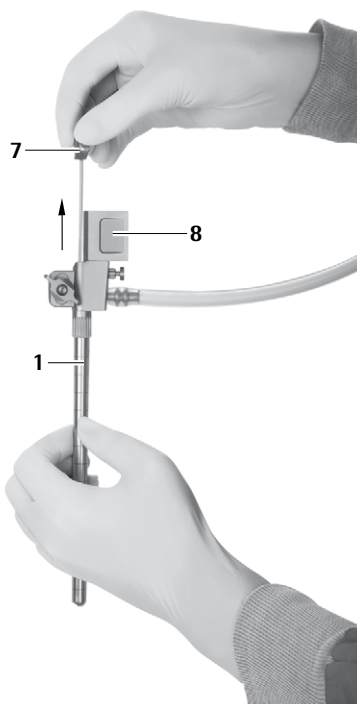

Рис. 9
- Осторожно извлечь обтуратор рабочего канала 7 из троакара MINOP InVent 1, см. Рис. 9.